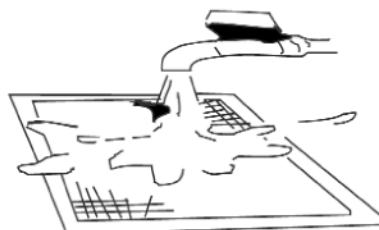

рис.2
- При мытье решетки водой, она должна лежать воздухозаборной стороной вниз (см. Рис. 2)